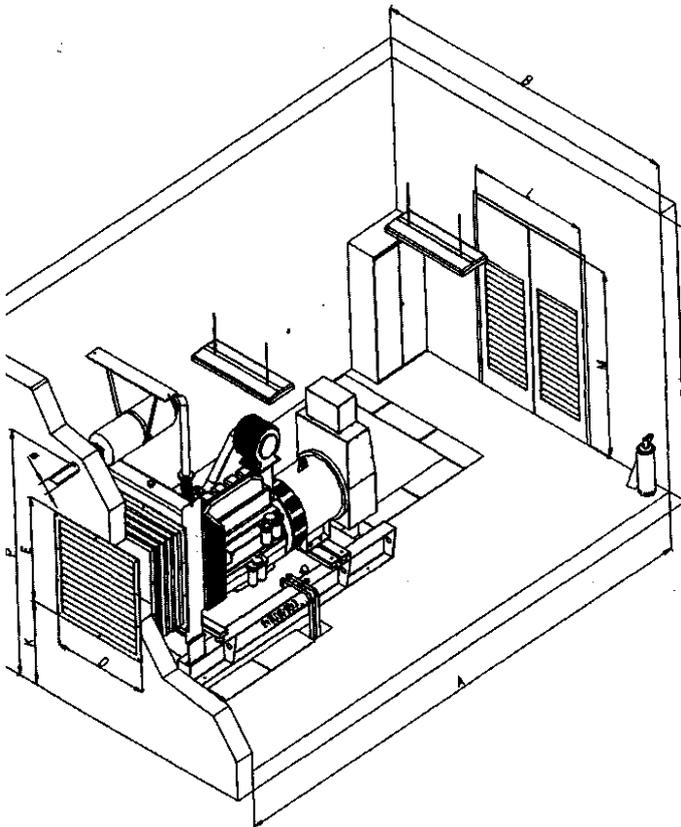

Рис. 4.5 Генераторная комната
- Во избежание передачи вибрации двигателя на трубопровод и здание, а также термического расширения и деформации труб, следует использовать гибкое соединение выхлопного коллектора двигателя с трубопроводом (см. Рис. 4.5).